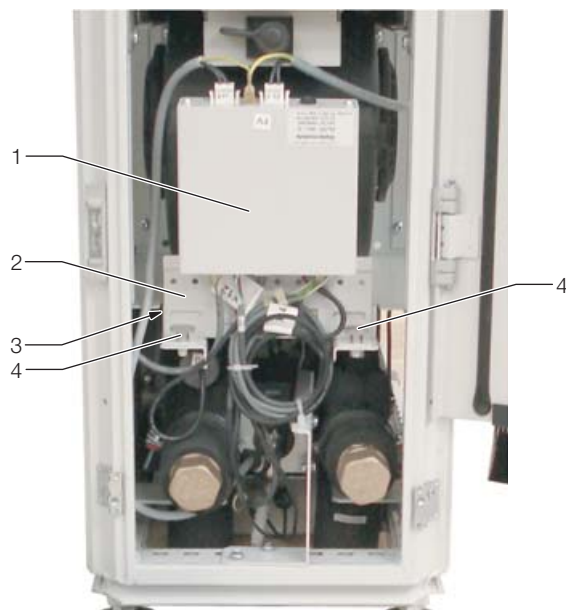

Рис. 21: Блок управления водяным модулем
- Отвинтите оба винта с рифленой головкой (рис. 21, поз. 4) у держателя блока управления (рис. 21, поз. 3) и полностью демонтируйте держатель.
- Снимите блок управления вместе с держателем (рис. 21, поз. 1 и поз. 3) с несущей панели (рис. 21, поз. 2) и отложите их в сторону от Liquid Cooling Package Inline EC.